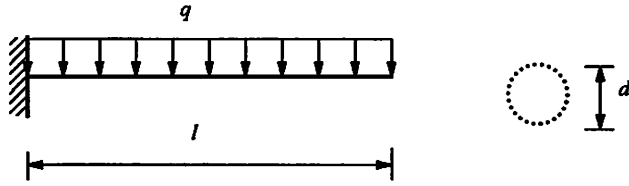

图 4-5
5. 圆截面悬臂梁受载如图 4-5 所示。当梁长为 l ，直径为 d 时，最大弯曲正应力达到许用值。现欲将梁增长至 $2l$ ，为满足强度要求，直径应增为 d 的多少倍。（15 分）